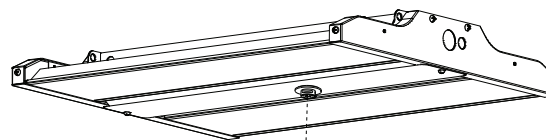

FIG. 2
2. Retirez le couvercle de la prise USB-C en le tournant de 90° (voir FIG. 2).